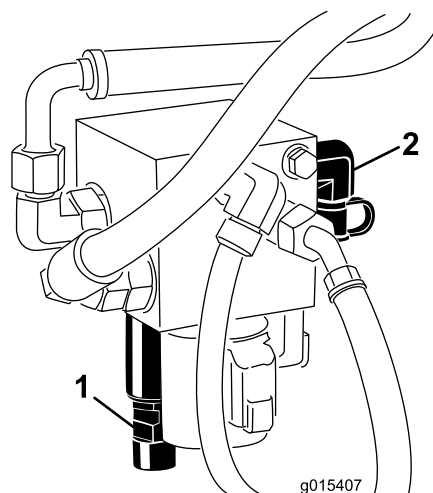

Figura 14
- Conecte un manómetro al punto de prueba situado en la parte trasera del colector de elevación (Figura 14)
- En la parte delantera del colector de elevación, retire el tapón del actuador de contrapeso del colector (Figura 14).
5. Afloje la contratuerca de la parte inferior del actuador de contrapeso (Figura 14).